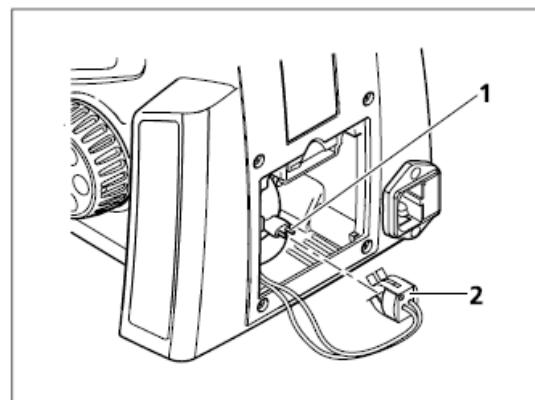

图. 3-19 安装连接线
- | 检查灯泡已经安装好,在照明系统针脚(图3019/1)上插入连接线(图3-19/2).确认连接好并且没有弄弯针脚.